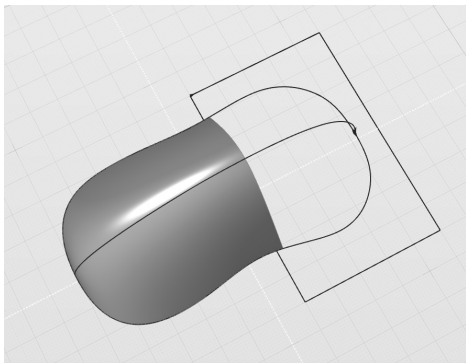

图 5-176 以“矩形 01”修剪放样曲面
4) 绘制一条矩形曲线, 并命名为“矩形 01”, 对上一步的放样曲面使用“修剪”工具进行修剪, 保留其中的任意一侧, 如图 5-176 所示。